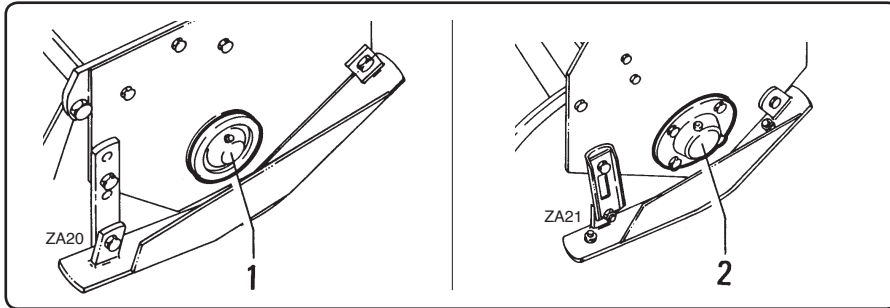

fig. 7.4.1
- Ingrassare il supporto destro "1" fig. 7.4.1 del rotore oppure verificare la presenza di olio nel supporto destro "2" fig. 7.4.1 (nelle versioni con supporto a bagno d'olio).